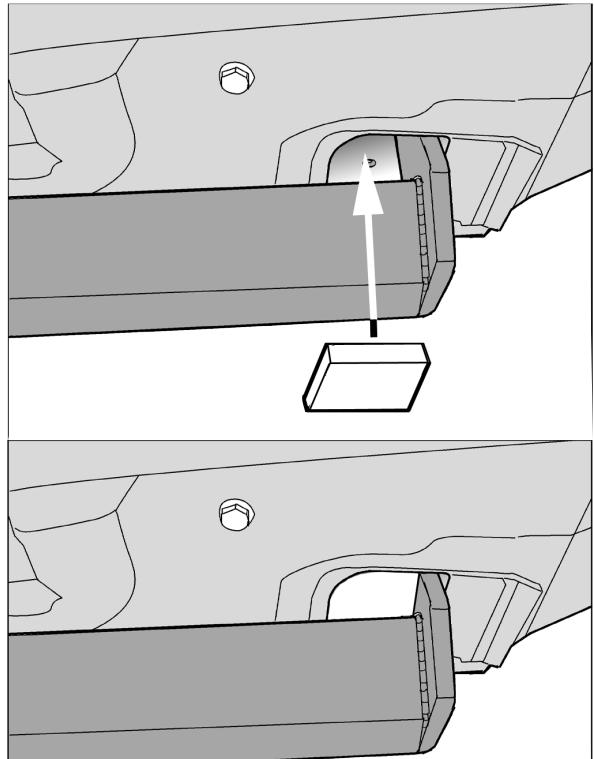

FIG.3
4. Retirer les collants à l'emplacement des points de fixation. Positionner l'attache-remorque dans le châssis et la fixer à l'aide de quatre vis à embases crantée M10x30. Mettre les deux blocs de mousse PE pour le colmatage dans les barres de châssis (voir la fig. 3). La barre à rotule est montée sur l'attache-remorque à l'aide de deux boulons M12x70 y compris la prise électrique et les écrous autofréinés. Serrer tous les boulons et écrous conformément au schéma. Remettre en place les éléments déposés au point 1 et 2.
4. Tag bort klistermärkerna på fästpunkterna. Dragkroken placeras i chassis och fästes med fyra flänsskruv med låständer M10x30. De två PE-skumblocken placeras som tätnings i chassibalkarna (se fig. 3). Sätt tillbaka kofångaren. Kulstången monteras vid dragkroken med två skruv M12x70 inklusive kontaktplatta, planbrickor och självslående muttrar. Momentdrag alla skruvar och muttrar enligt figuren. Sätt tillbaka det som avlägsnades under punkt ett.
- Fjern mærkaterne på montagepunkterne. Anbring anhængertrækket i chassiset og monter dette med fire flangebolt med fortanding M10x30. Anbring de to PE skumgummistykker til at tætte chassisvangerne med (jævnfør fig. 3). Sæt kofangeren på plads igen. Kuglestangen monteres på anhængertrækket med to bolte M12x70 inklusiv kontaktplade og selvslående møtrikker. Spænd alle bolte og møtrikker ifølge tegning. Monter de dele, der blev fjernet under punkt 1 inklusiv udstødningsophænget.
4. Retirar a la altura de los puntos de fijación los adhesivos. Colocar el gancho de remolque en el chasis y fijarlo con cuatro tornillosde cabeza hexagonal con arandela dentada incorporada M10x30. Colocar ambos bloques de espuma PE en los travesaños del chasis para obturarlo (véase la fig. 3). Volver a colocar el parachoques. La bola se monta en el gancho de remolque por medio de dos tornillos M12x70 inclusive placa enchufe y tuercas de seguridad. Apretar todos los tornillos y tuercas de acuerdo con los puntos del gráfico. Volver a poner lo retirado bajo punto 1 inclusive la suspensión del tubo de escape.
4. Rimuovere gli adesivi applicati sui punti di fissaggio. Posizionare il gancio traino nel telaio e fissarlo mediante quattro bulloni autobloccanti M10x30. Impiegare i due blocchi di polistirolo espanso per chiudere i montanti del telaio (vedi fig. 3). Rimontare il paraurti. L'asta della sfera viene montata sul gancio traino mediante due bulloni M12x70, completi di piastra di collegamento e dadi autobloccanti. Serrare tutti i dadi e i bulloni alle coppie di serraggio indicate nel disegno. Rimontare quanto rimosso al punto 1 e 2.
4. Oczyszczyć w miejscach kontaktu haka holowniczego z pojazdem z masy bitumicznej. W punktach mocowania odkleić taśmę zabezpieczającą. Hak holowniczy przyłożyć do pojazdu a następnie skręcić za pomocą czterech śrub M10x30 (śruby samo kontrującą). Dwa bloki z pianki PE wykorzystać jako element uszczelniający i umieścić w podłużnicach rys.3. Zderzak ponownie zamontować. Kulę haka holowniczego skręcić za pomocą dwóch śrub o wymiarach M12x70 i razem z podstawą pod gniazdo pamiętając równocześnie i nakrętkach samo kontrujących. Dokręcić wszystkie śruby i nakrętki zgodnie z rysunkiem. Ponownie umieścić to, co zostało zdemontowane w punkcie 1.